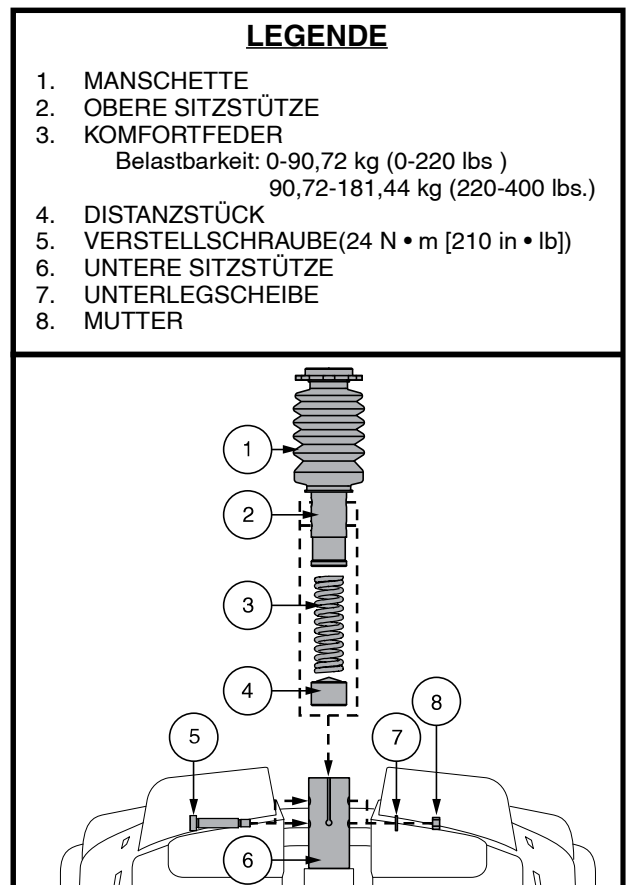

Abb. 22. Einstellung der Sitzhöhe - Komfort-Sitzstütze
4. Drücken Sie die Sitzstütze nach unten, während Sie die Verstellerschraube, Unterlegscheibe und Mutter lösen und entfernen. **Siehe Abb. 22.**
6. Bringen Sie die gewünschte Komfortfeder an. **Siehe Abb. 22.**